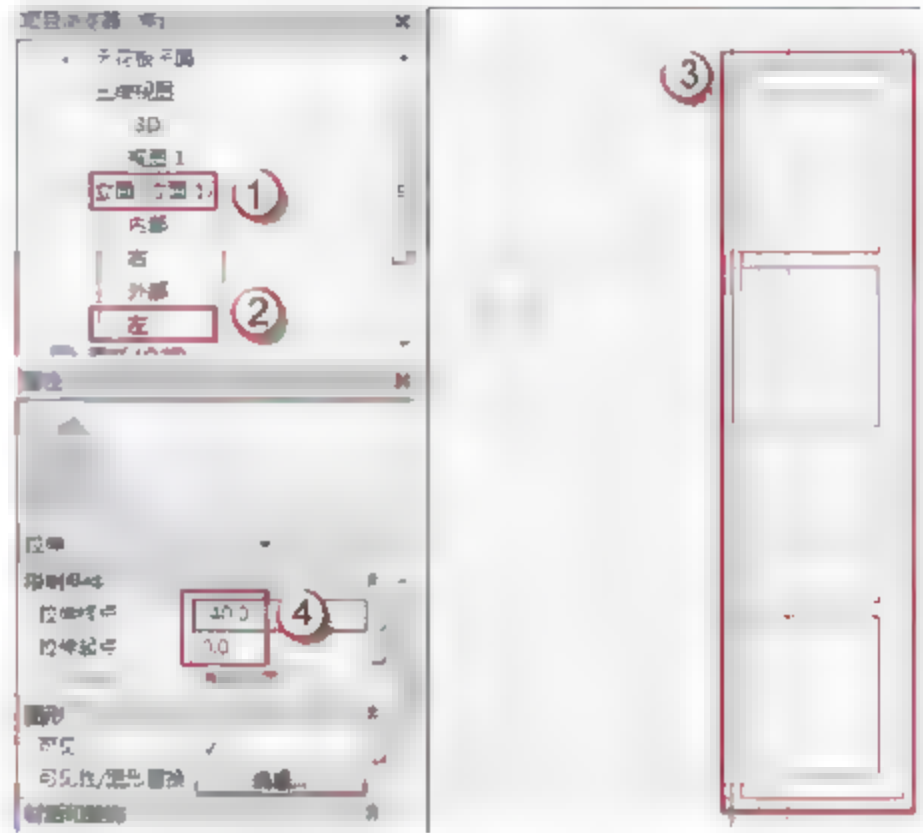

图 7.1.22 C2925 转角门窗框的位置及厚度
(20) 绘制 C2925 门窗框。选择“项目浏览器”中的“立面（立面 1）”→“左”命令，可以进入 C2925 的外部立面视图，选择“创建”→“拉伸”命令，进入“修改 | 编辑拉伸”界面，用菜单中的绘制工具绘制 C2925 门窗框，如图 7.1.22 所示。在“属性”面板中，在“拉伸终点”中输入“40”字样，在“拉伸起点”中输入“0”字样，完成后，单击√按钮完成绘制。